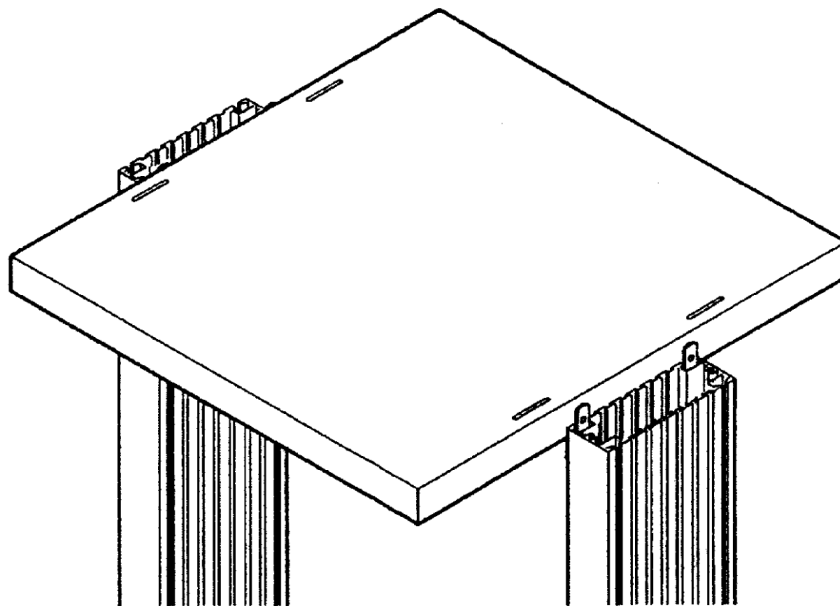

図 7: 棚板 (ボトム) の調整
2. 図 7 に示すように、脚部アセンブリ間で、棚板を水平に位置決めします。ケーブルを通す穴が開いている方が台車の後ろ方向になります。